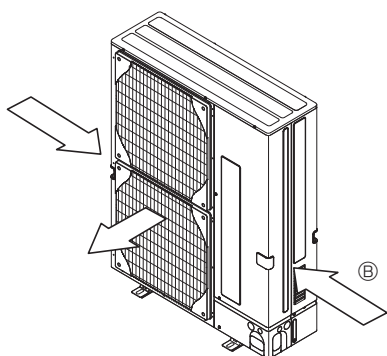

Fig. 2-5
- ③ По возможности разместите прибор так, чтобы воздух из выходного отверстия выдувался в направлении, перпендикулярном к сезонному направлению ветра. (Fig. 2-5)
- ④ Воздухозащитная направляющая
- ⑤ Направление ветра